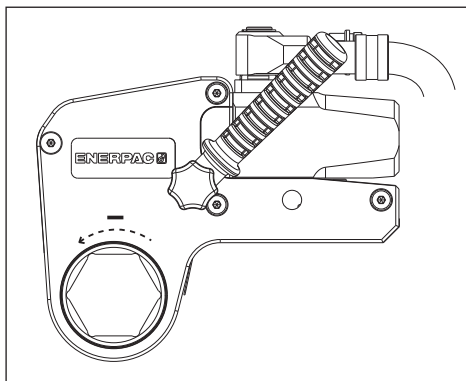

Fig. 11
4.3.3 Lossning av mutter och bult (Fig. 11 och 12)
- Placera mothållet (18) mot en lämplig mothållspunkt (19). Mothållspunkten håller emot den kraft som verktyget alstrar.